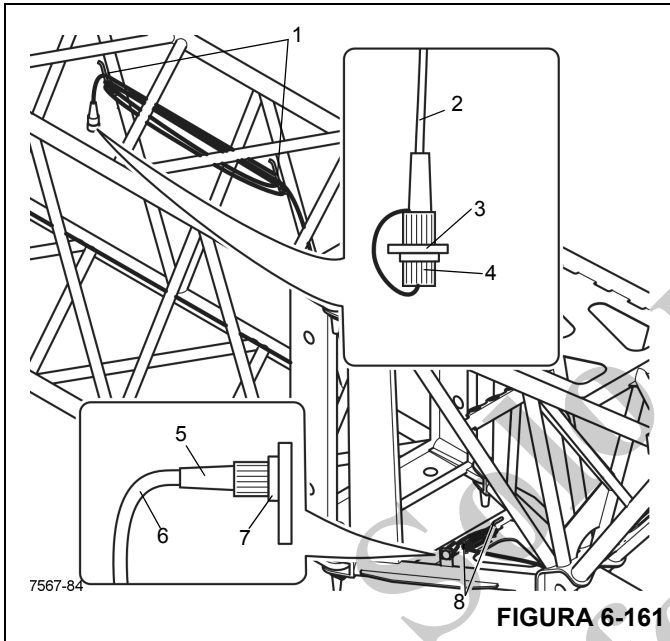

FIGURA 6-161
1. Retire el enchufe de puente (5) (Figura 6-161) del receptáculo (3) y enchúfelo en el receptáculo falso (7).
2. Enrolle el cable (6) en el sujetador (8).
3. Instale la tapa protectora en el receptáculo (3).
4. Enrolle el cable (2) en el sujetador (1).